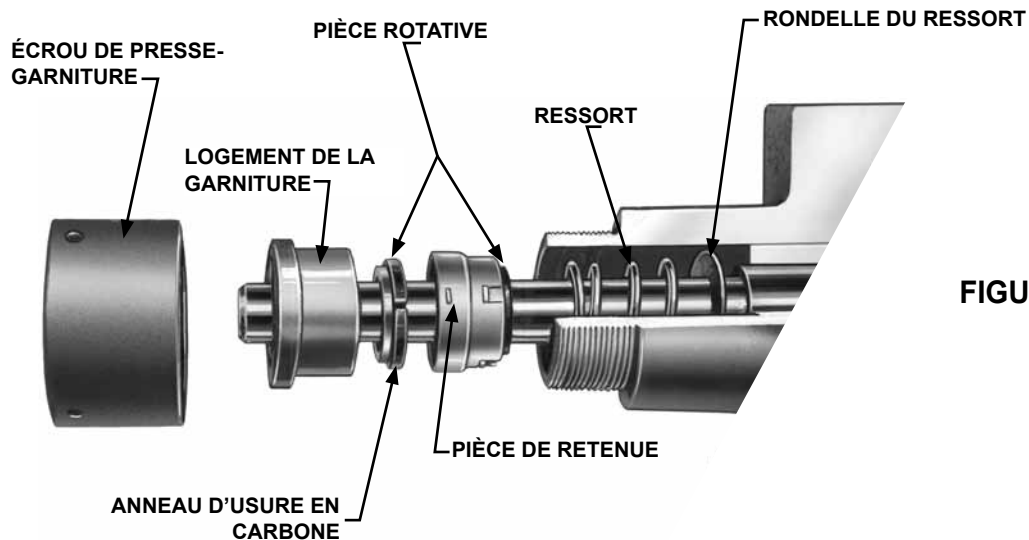

FIGURE 5
4. Lorsqu'une pompe étanchée mécaniquement est assemblée, il est nécessaire de placer la garniture du ressort et le ressort sur l'arbre, voir Figure 5, page 4. Couvrir l'arbre et la partie interne des soufflets en caoutchouc de la pièce rotative de la garniture avec de l'huile légère. Glisser la pièce rotative en bas sur l'arbre.